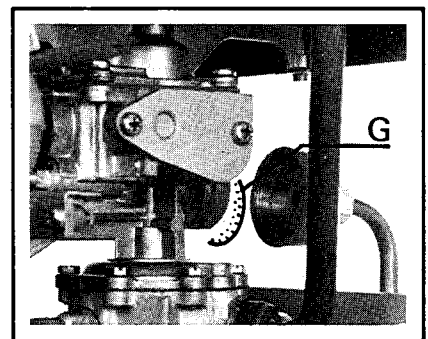

Fig. 7
## 11) Gas Filter (fig. 7).
- Replace filter if necessary (G. fig. 7).